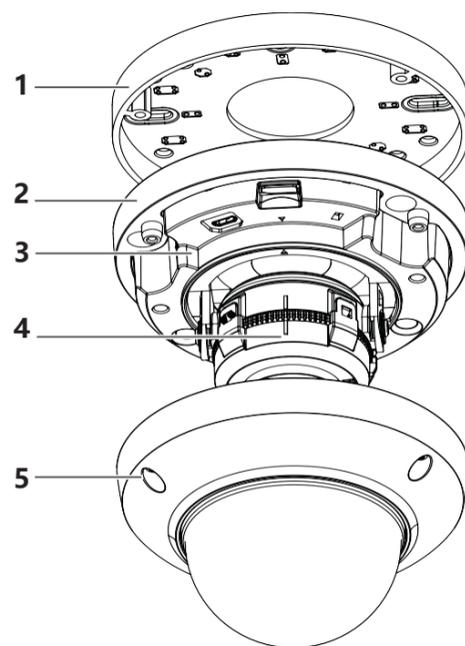

图 1
### 摄像头部件: 图 1
4. 拧下摄像头圆顶 (5) (图 1) 上的三颗螺钉, 从摄像头基座卸下圆顶护盖。
- a. 穿过摄像头基座 (2) (图 1) 上的电缆侧进槽。
- b. 穿过安装板上的电缆孔 (1) (图 1)。
6. 将摄像头基座 (2) (图 1) 置于摄像头安装板 (1) (图 1) 上, 确保摄像头基座上的三个孔与安装板上的三个孔对齐。
9. 用圆顶护盖 (5) (图 1) 盖住摄像头本体, 用三颗螺钉将圆顶牢牢连接至摄像头。